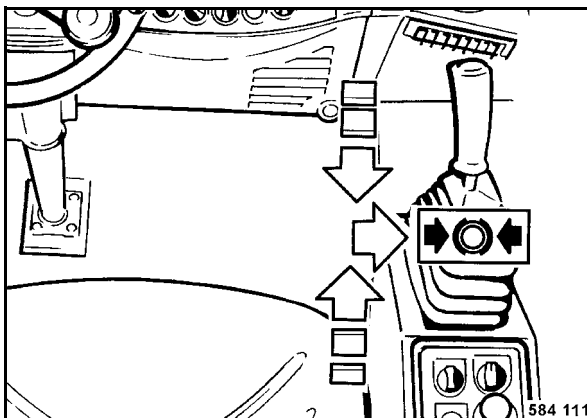

fig. 49
- Ramener lentement le levier de commande de marche (fig. 49) sur position neutre puis l'enclencher vers la droite sur position de freinage.